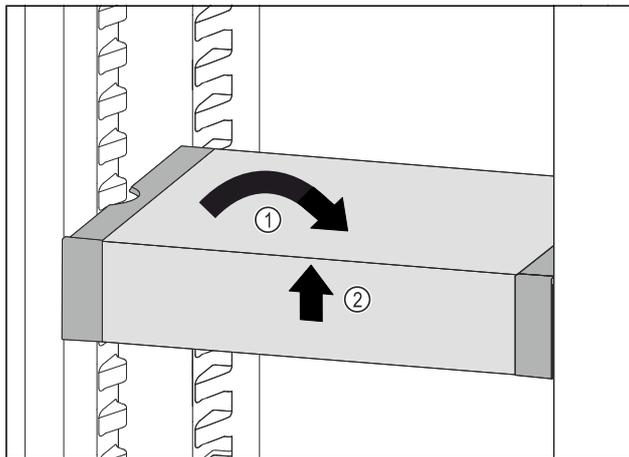

Fig. 102
- ▶ Predal VarioSafe postavite ravno. Fig. 102 (1)
- ▶ Predal VarioSafe dvignite spredaj. Fig. 102 (2)